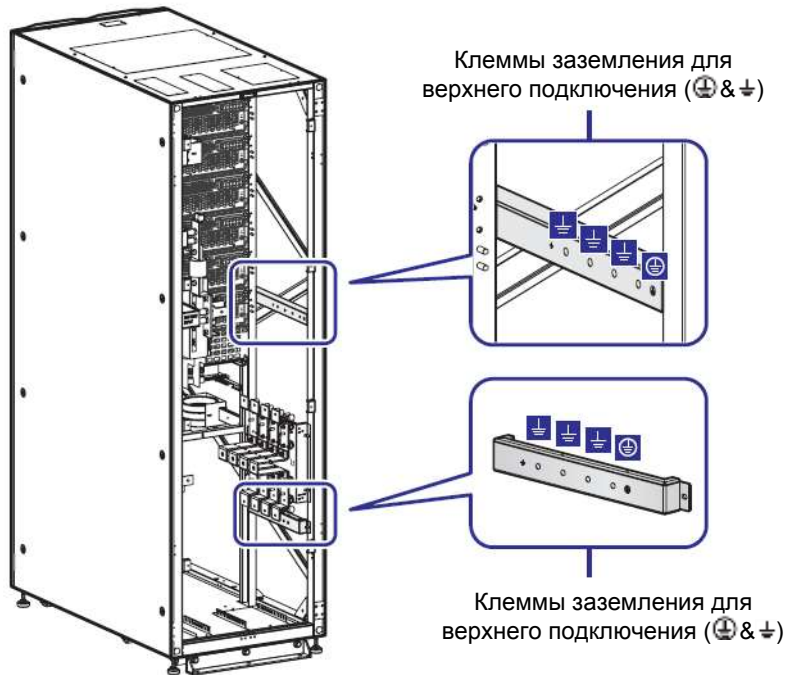

Рисунок 5-13: Клеммы заземления
- Клемма заземления ИБП (⊕) должна быть заземлена. Для проводки используйте наконечники кольцевого типа. Для определения расположения клемм заземления ИБП (⊕) см. **Рисунок 5-13**.